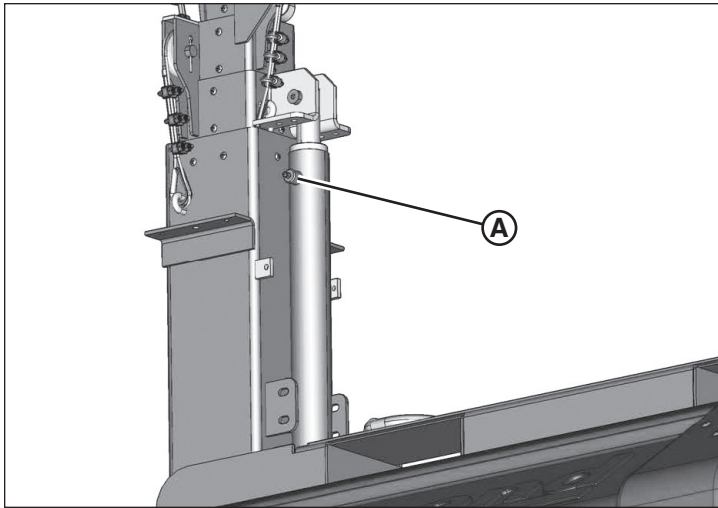

Figure 37
2. Nettoyer le raccord du purgeur (A, Figure 37) sur l'extrémité supérieure du barillet.